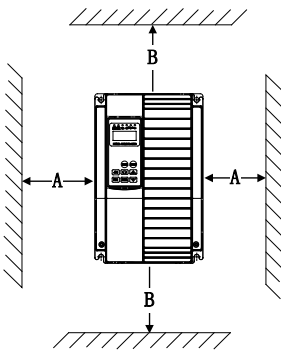

图 3-1
1) 请垂直安装变频器，便于热量向上散发。但不能倒置。若柜内有较多变频器时，最好是并排安装。在需要上下安装の場合，请参考图 3-1 的示意，安装隔热导流板。
2) 安装空间遵照图 3-1 所示，保证变频器的散热空间。但布置时请考虑柜内其它器件的散热情况。